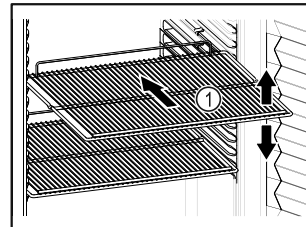

Fig. 70 Immagine a titolo di esempio
- Se è possibile spostare i ripiani Fig. 70 (1), regolarli in altezza.